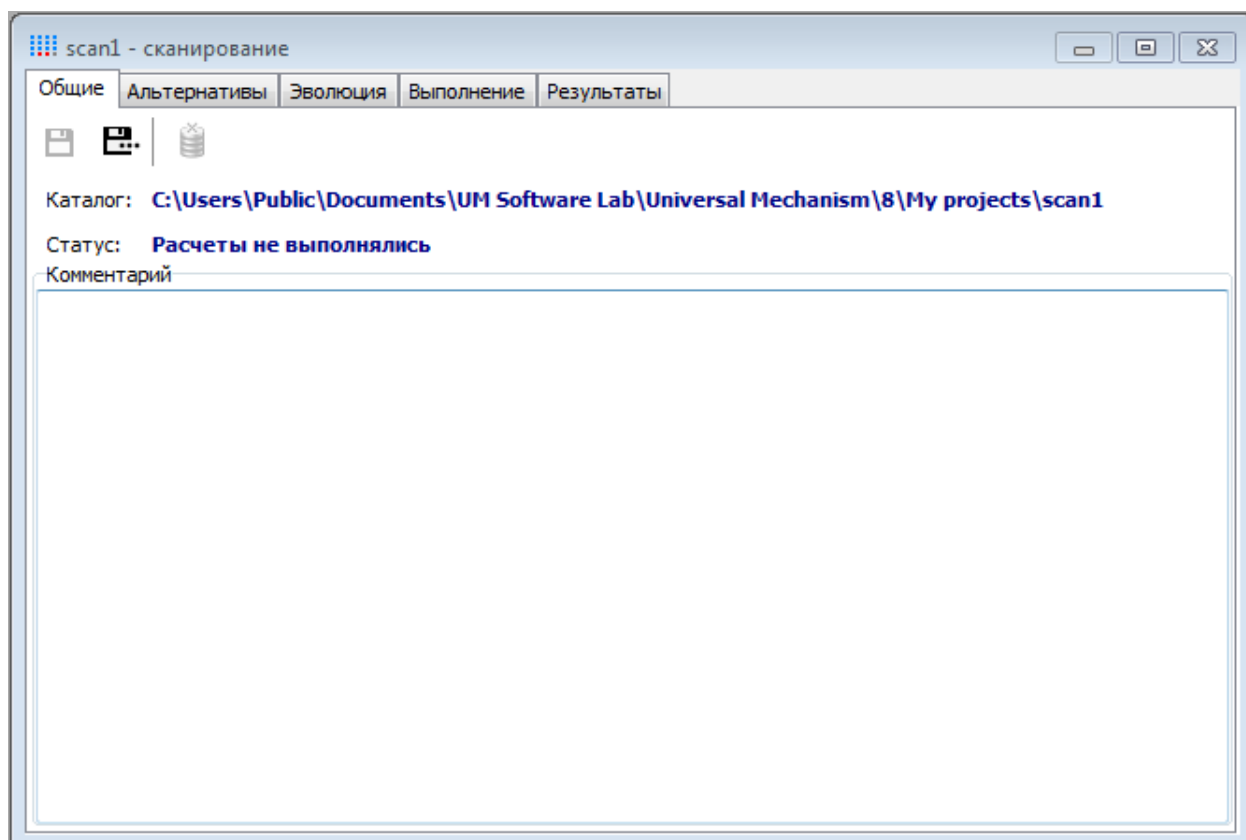

Рис. 3.5. Окно описания проекта сканирования: начало работы
4. Нажмите кнопку **Создать** и после этого появится окно описания проекта сканирования (см. рис. 3.5).